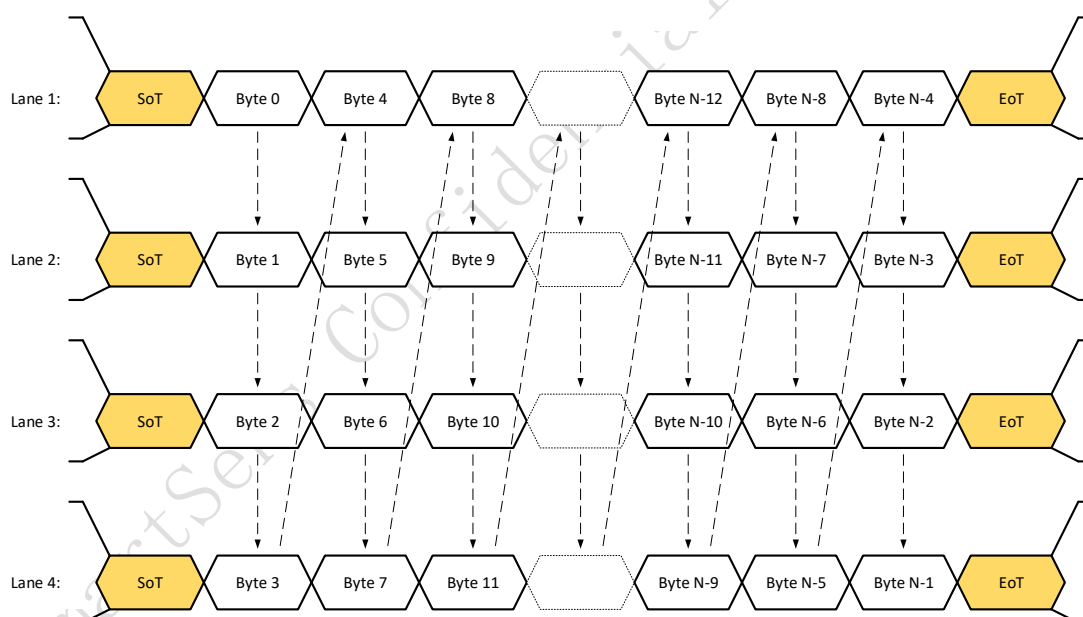
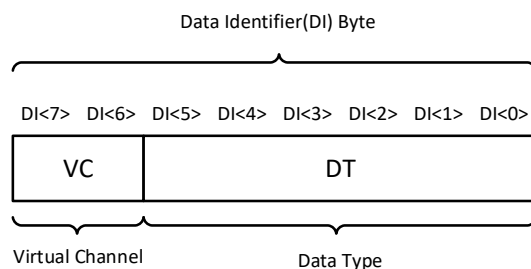

图 1-10 MIPI 1/2/4 Lane 模式数据包传输示意图
图 1-11 MIPI 数据包 DI 结构
图 1-9 展示了 MIPI 长、短数据包结构示意图。其中数据标识 DI(Data Identifier)用来区分不同的数据包类型。图 1-10 展示了 MIPI 工作在 1lane、2lane 和 4lane 模式下的数据包传输示意图。图 1-11 中，DI 包括两部分，分别是虚拟通道（VC）和数据类型（DT）。默认情况下，Sensor 给出的 MIPI 数据 VC 值都是 0，而 DT 值如
- 2) 1lane、2lane 及 4lane 模式的数据结构与图 1-10 一样。